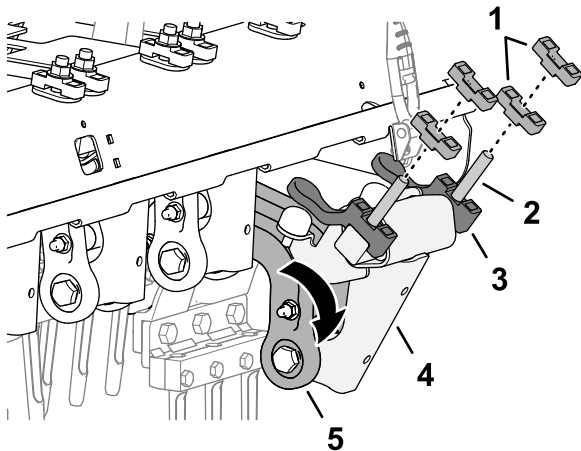

Figura 133
3. Rotiți articulația amortizorului și arborele amortizorului în jos (Figura 133).